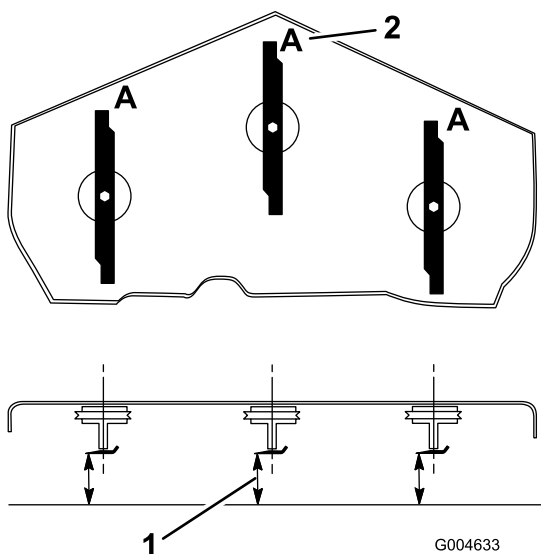

Figura 20
3. Gire las cuchillas hasta que los extremos estén orientados hacia adelante y hacia atrás (Figura 20). Mida desde una superficie nivelada hasta el filo de corte, posición **A**, de las cuchillas (Figura 20). Anote esta dimensión.